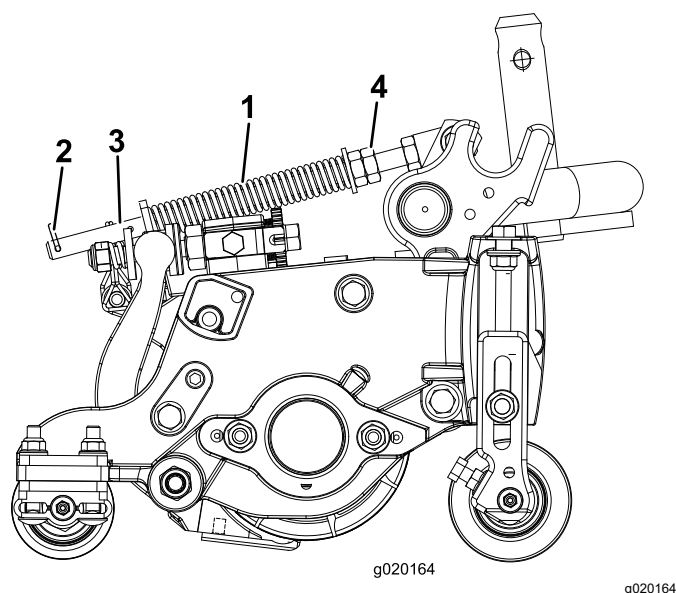

Рисунок 14
Пружина компенсации состояния грунта (Рисунок 14) переносит вес с переднего на задний каток. Это препятствует образованию на грунте волнообразных неровностей (так называемые «волны» или «трясучка»).
- Убедитесь в том, что шплинт вставлен в заднее отверстие штока пружины (Рисунок 14).
- Затяните шестигранные гайки в передней части штока пружины так, чтобы длина сжатой пружины (Рисунок 14) составляла 12,7 см на машине с 5-дюймовыми режущими блоками или 15,8 см на машине с 7-дюймовыми режущими блоками.